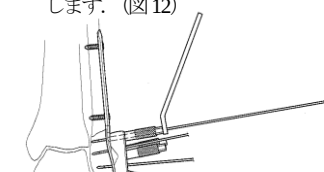

図11
- 11) ガイドブロック上の最近位4.0LCCS 用ドリルスリーブにガイドピンスリーブを挿入し、13 ガイドピン先端が内側皮質を貫通しないよう、必ずイメージ下で確認しながら刺入します。（図11）